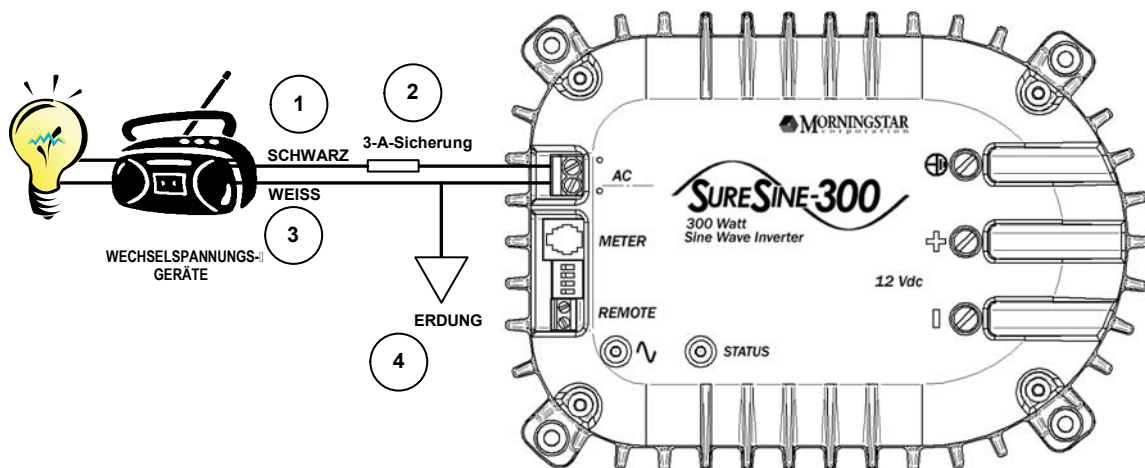

Abbildung 3: Wechselspannungs-Schaltplan
Die Wechselspannungs-Netzkabel werden nicht mitgeliefert. Für alle Wechselspannungs-Verbindungen die entsprechende Kabelfarbe gemäß Abbildung 3 verwenden.
1. Ein schwarzes Kabel gemäß UL-Norm mit 4 mm2 (12 AWG, American Wire Gauge) zu den Wechselspannungs-Lasten bzw. zum Verteiler verwenden (siehe Abbildung 3).
2. Eine 3-A-Seriensicherung in den Wechselspannungs-Leiter einfügen (siehe Abbildung 3).